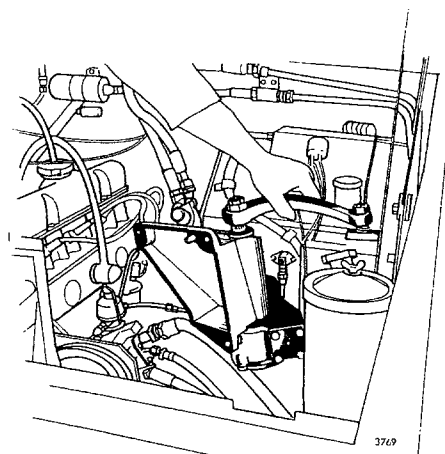

Fig 14—13. Demontering av styrsnäcka
7. Lossa och ta bort skruvarna som håller styrsnäckans konsol. Lyft styrsnäckan tillsammans med konsolen av styrpinnen och dra styrsnäckan framåt ett stycke. Lyft därefter upp snäckan och vrid den ett 1/4 varv så att den kan passera förbi hydraulpumpens slangar. Lyft ut snäckan, se fig 14—13.